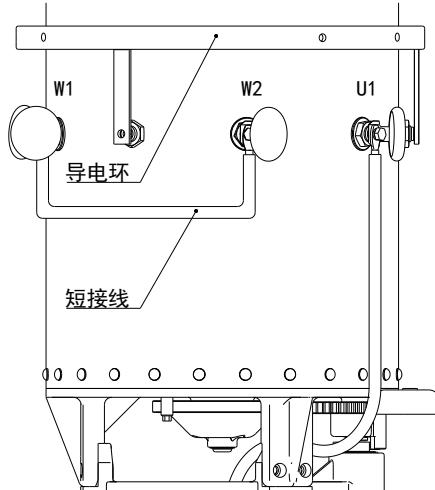

图 5-10
3. 分接开关 (I-500/600) 的选择部分的引出线 (共 2 根) 必须连接到切换开关油室 A 相的触头引出端子上, 再用导线将 B、C 相短接 (出厂已连接) (图 5-10)。